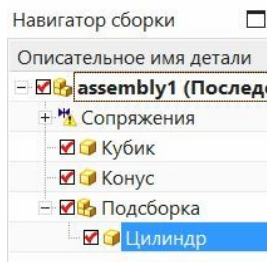

рис.86
- А теперь компоненты «Цилиндр» и «Конус» перенесем в компонент «Подсборка» простым перетаскиванием с помощью мыши. Подведите курсор к строке «Цилиндр», нажмите левую кнопку мыши, и перетащите эту строку непосредственно на строку «Подсборка». Результата этого действия показан на рис.86.